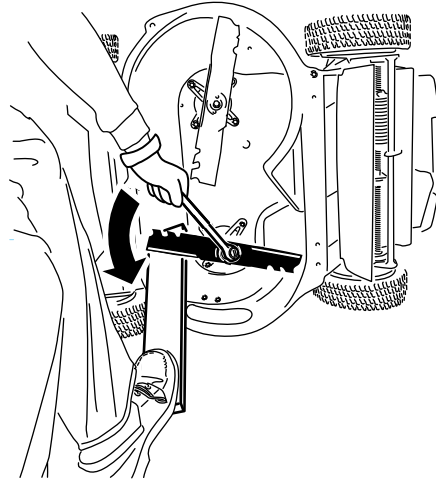

Figura 41
1. Utilice un bloque de madera para inmovilizar cada cuchilla y gire el perno de la cuchilla en el sentido contrario a las agujas del reloj, según se muestra en Figura 41.